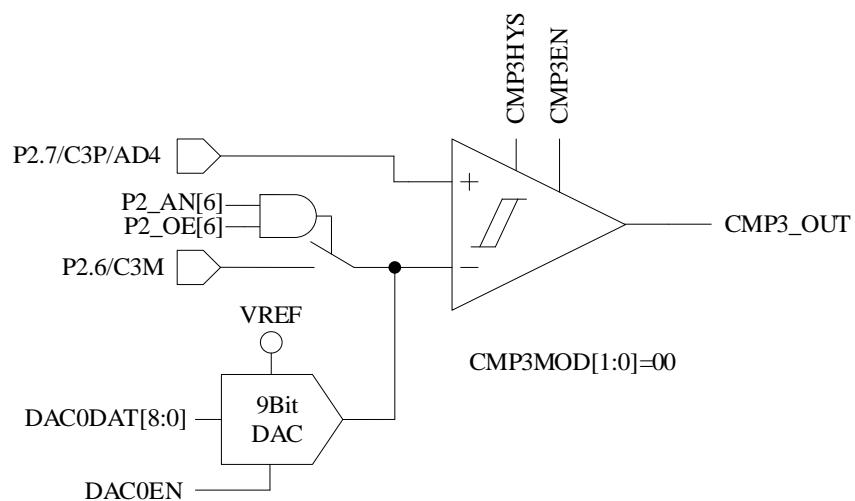

图 31-2 单比较器输入模式
- 配置  $CMP\_CR1[CMP3MOD] = 00$ ，CMP3 为单比较器输入模式，具体输入输出端口及接法如图 31-2 所示